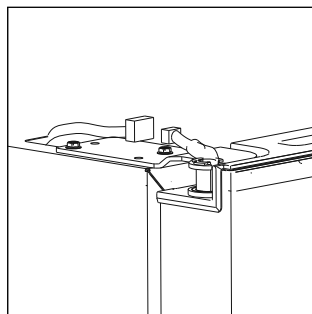

Abb. 5
- ▶ Trennen Sie den Kabelbaum (siehe **Abb. 5**).